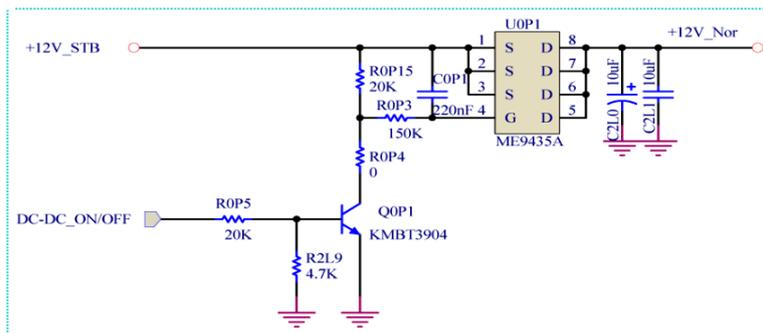

图 8 +12V_Nor 供电电路原理图
如图 8 所示，DC-DC_ON/OFF（高电平）送来后，Q0P1 导通，U0P1 的④脚为低电平而导通，+12V_STB 供电经过 U0P1，输出+12V_Nor，用作主板其它电路的工作供电。
(3) USB_Power 供电电路